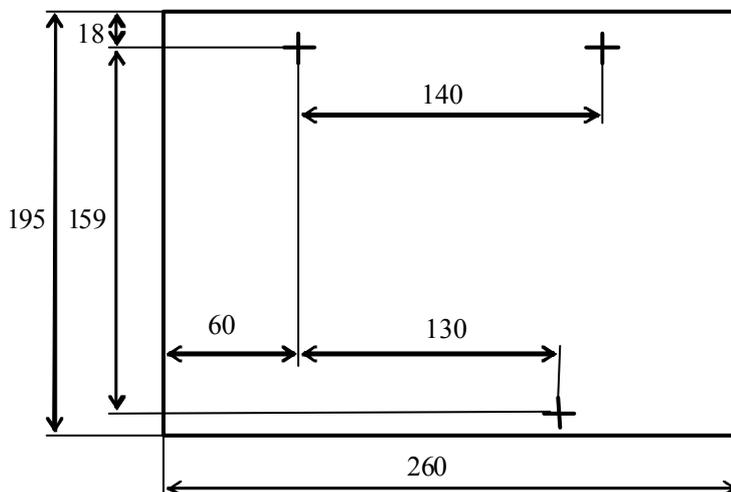

Рисунок 1. Разметка для крепления ППКОПП "Роса-2SL" .
5.2.Закрепить прибор на стене. Для этого сделать разметку на выбранном участке стены (рис. 1), ввернуть два верхних шурупа и повесить на них прибор.